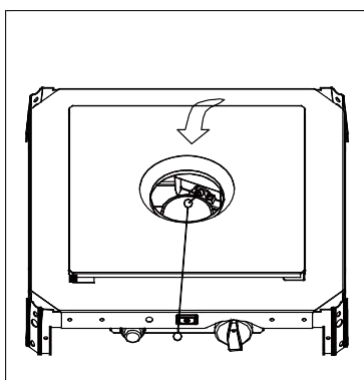

Рисунок 4
- Когда вы отжимаете ручку, поместите зажигалку с длинным стержнем в трубку для розжига запальника (Рисунок 4).